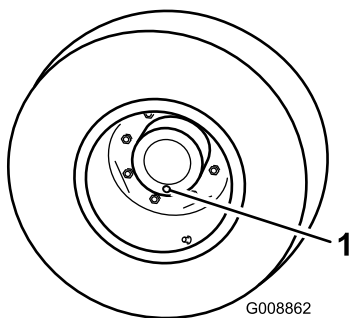

Figure 43
1. Placez la machine sur une surface plane et horizontale et tournez une roue de sorte que l'un des bouchons de contrôle se trouve à la position la plus basse (6 heures) (Figure 43).